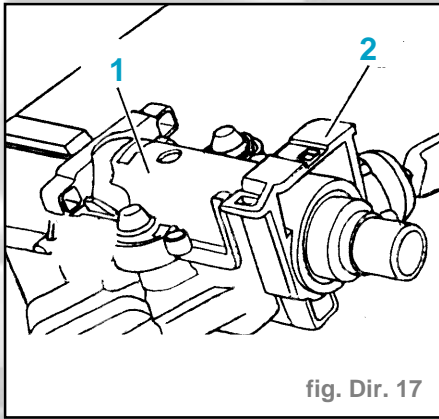

fig. Dir. 17
- Déposer la plaque (1) et l'antivol de direction (2) (fig. Dir. 17).